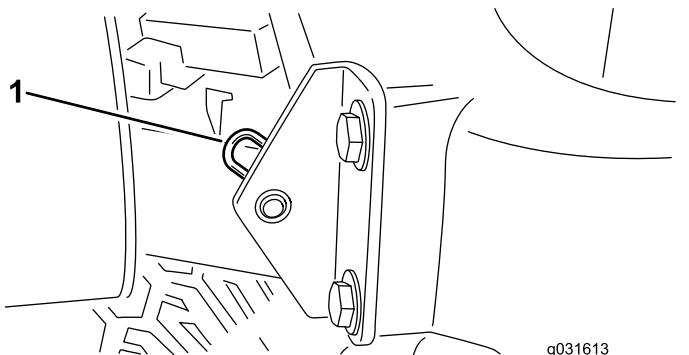

Figura 29
2. Tire o perno de gancho que fixa a articulação do capot aos suportes de montagem (Figura 29).